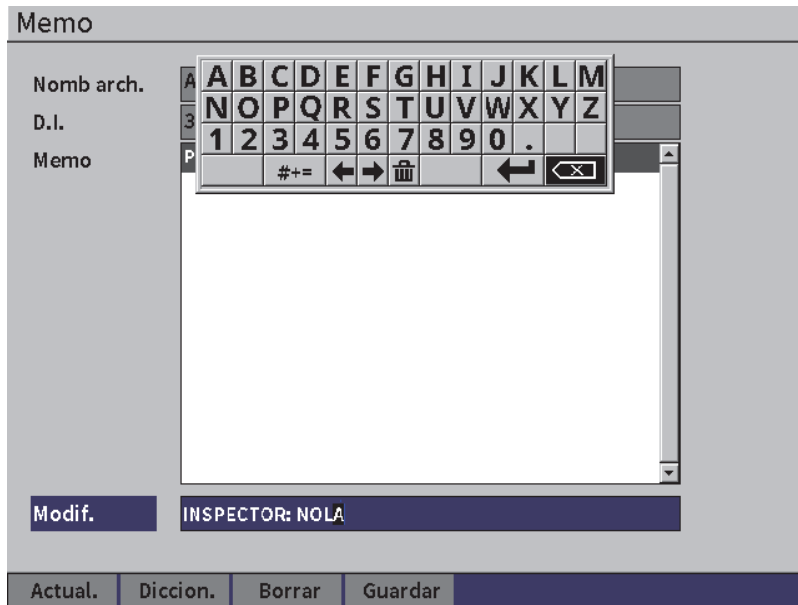

Figura 9-23 Página Diccion. del memorando: información introducida
7. Introduzca los caracteres (hasta 32) usando el teclado virtual, la rueda de ajuste y la tecla ENTRAR (vea la Figura 9-23 en la página 150).